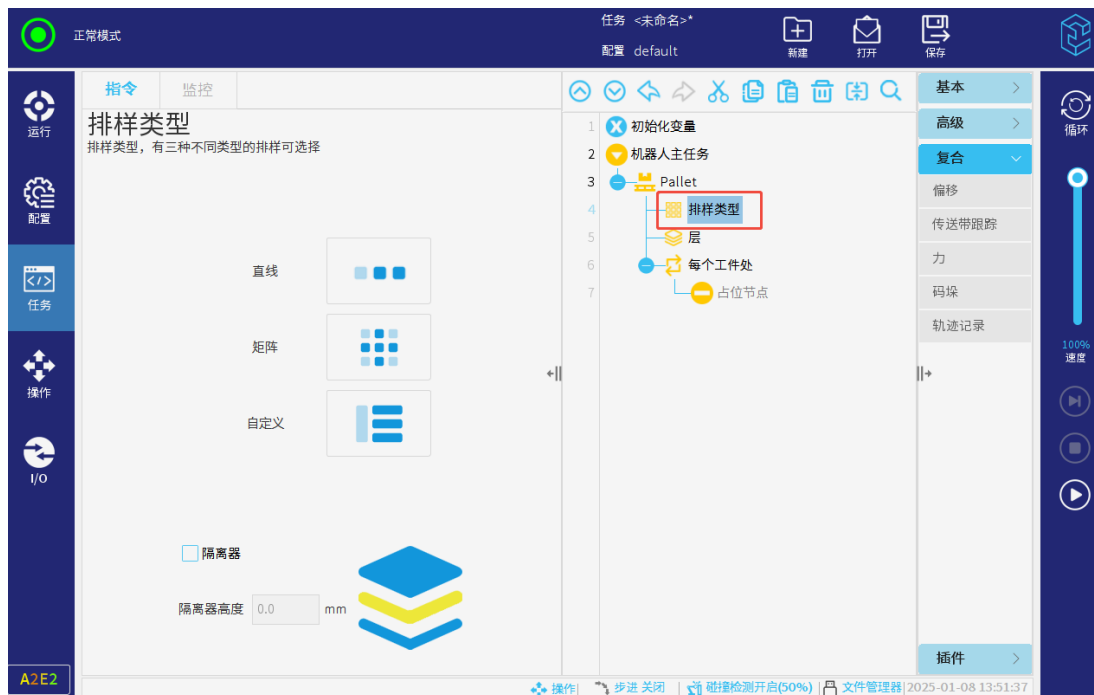

图 3-126: 设置排样类型
3. 点击任务树中的“排样类型”节点，用户可设置为“直线”、“矩阵”或“自定义”，如图 3-126所示。